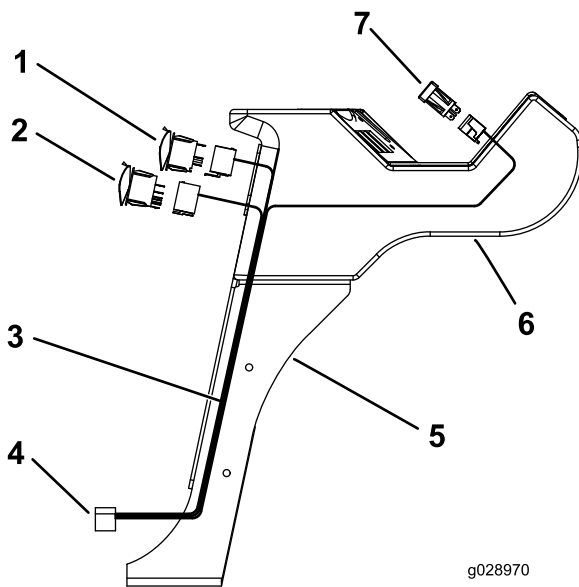

Figura 23
- 3. Pase el extremo más largo del cable del conector por debajo del brazo de control (Figura 23).